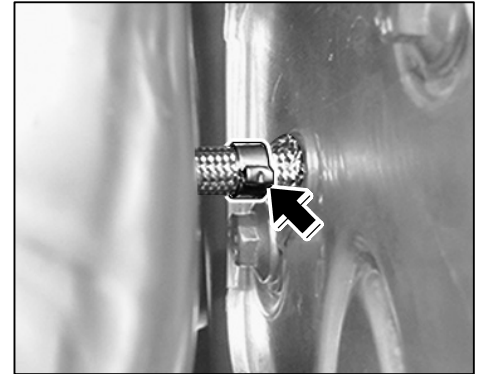

Figure 20
- 3.2.6 Lock single-lug clip ⇒ *Figure 20*